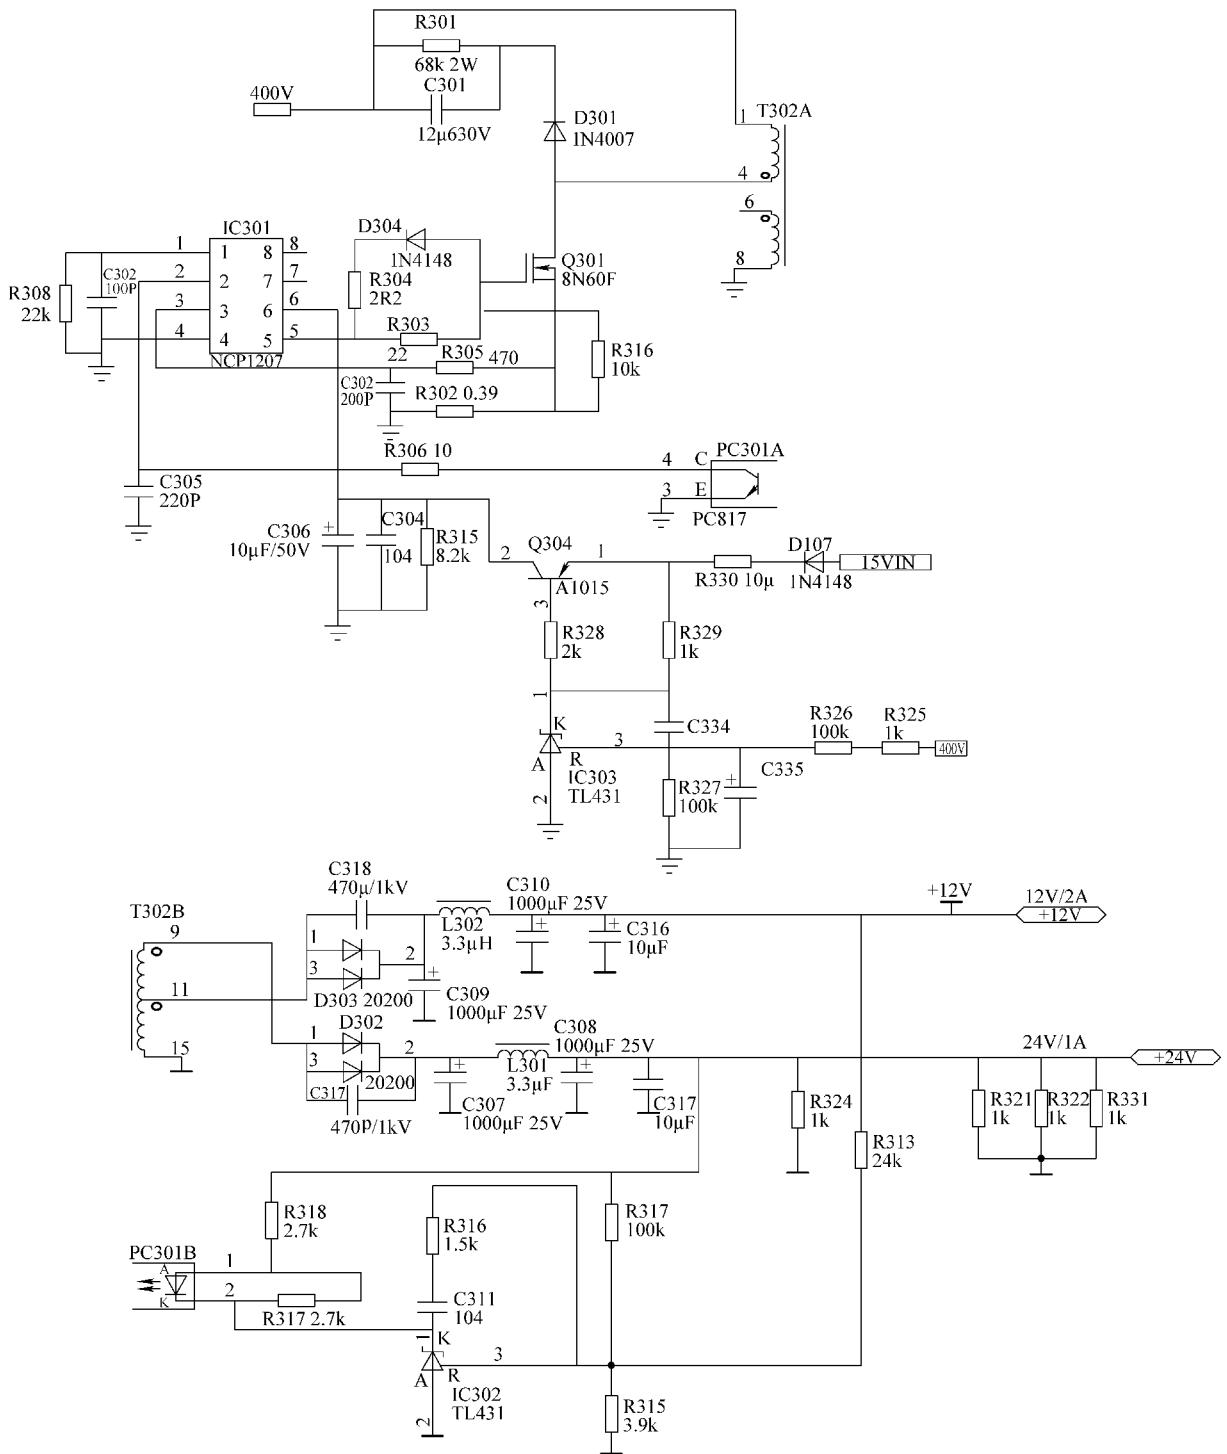

图 4-14 创维液晶电视开关电源机主电源电路原理参考图
图 4-14 所示为创维液晶电视开关电源机主电源电路原理参考图。图中 15VIN 辅助电源通过 Q304 加到 IC301 的⑥脚，IC301 工作，输出激励电压到开关管。与此同时，400V PFC 电压通过 T302A 加到 Q301，IC301 的主要作用是完成激励和反馈检测，T302B 二次侧感生出交变电压，经 D303 整流、C309、C316 滤波后输出 12V/2A 的直流电源；另一绕组经 D302 整流，C307、C308 滤波后，输出 24V 直流电源。IC301 控制着控制开关管的开关频率，从而达到稳定输出电压的目的。